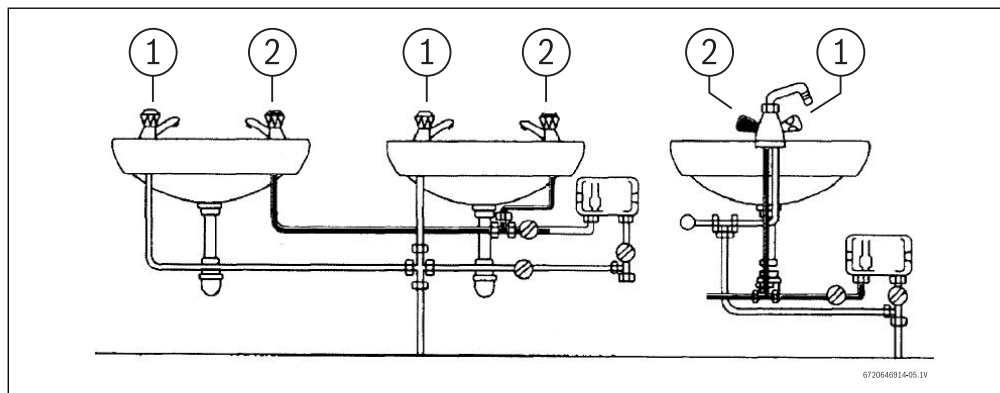

Fig. 4 Exemples d'installations (Vue frontale)
- Installer le chauffe-eau comme indiqué (Fig. 4). La conduite d'eau chaude doit être le plus court possible en vue d'économiser l'énergie.
- L'unité doit être installée comme indiqué Fig. 4 avec les raccords d'eau en bas. Elle ne peut en aucun cas être installée d'une autre manière.